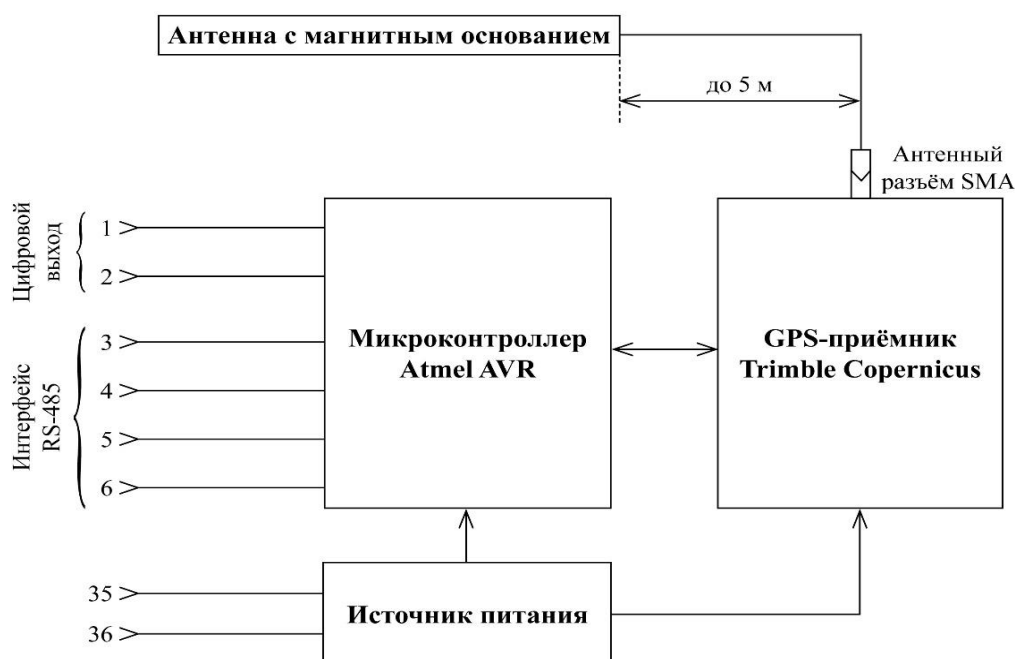

Рис. 2.2. Структурная схема Модуля МКВ-02Ц
2.5.1. Структурная схема Модуля МКВ-02Ц приведена на рис. 2.2. При работе с интерфейсом USB питание МКВ-02Ц получает от ПК по кабелю USB.